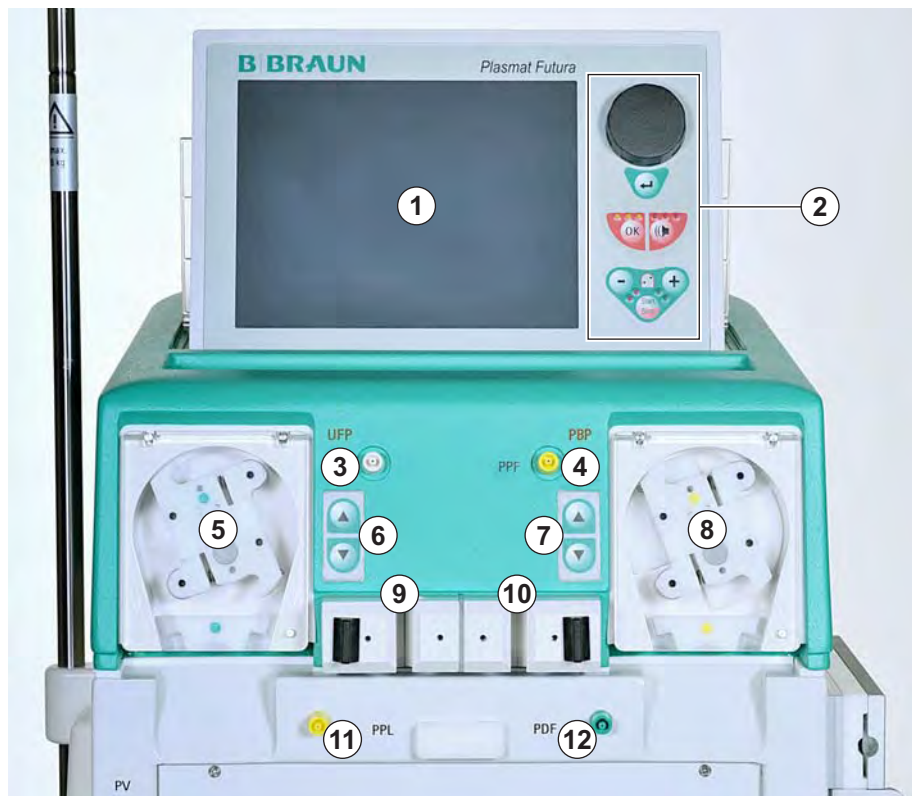
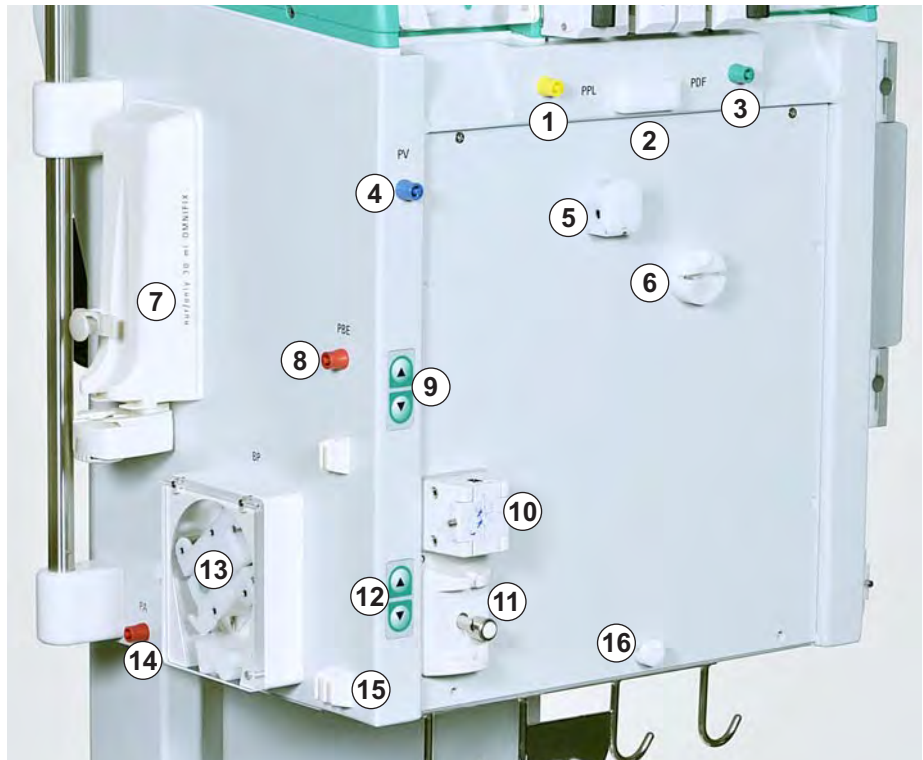

Fig. 3-4 Modulo superiore
Fig. 3-5 Modulo centrale, vista frontale sinistra
I tasti di regolazione del livello sono posizionati nella parte anteriore del modulo superiore (vedere Fig. 3-4 Modulo superiore (33)) e del modulo centrale (vedere Fig. 3-5 Modulo centrale, vista frontale sinistra (34)).